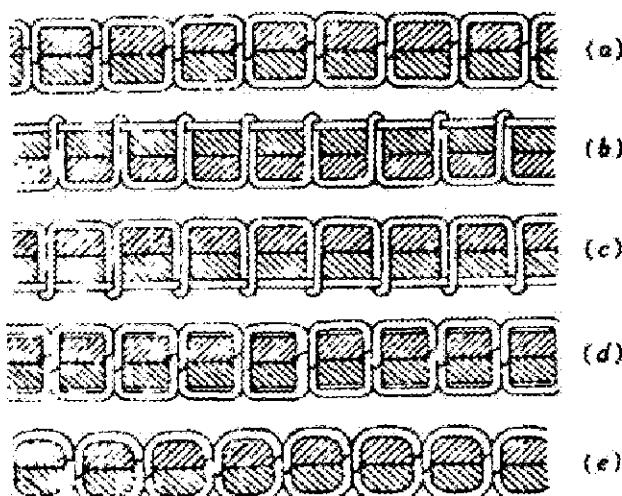
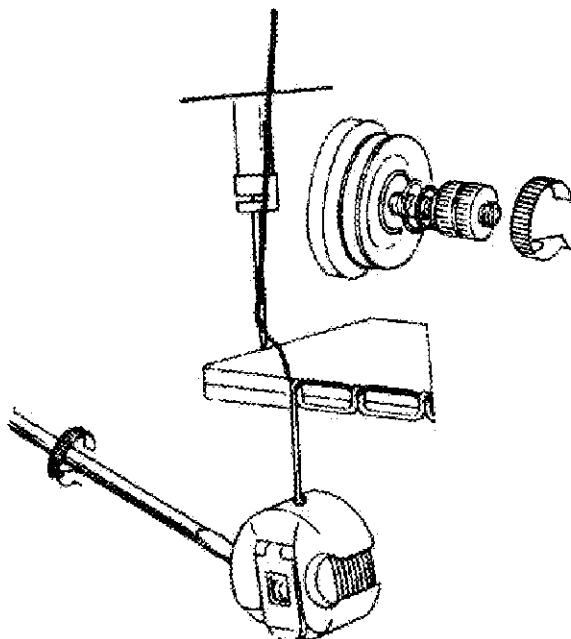
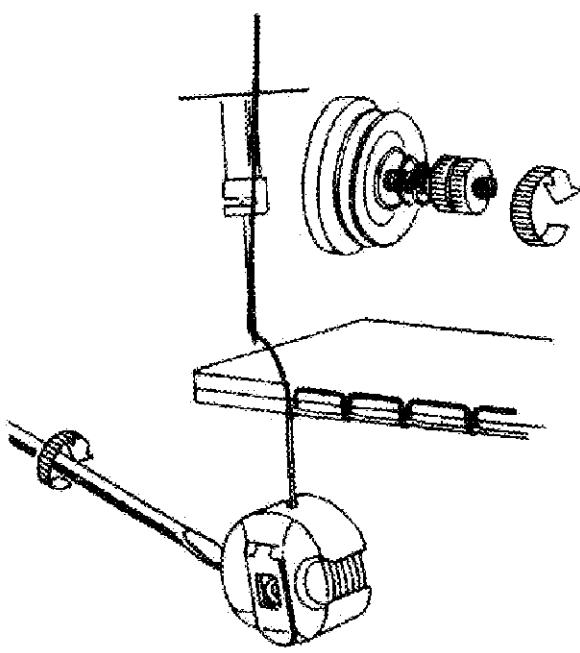

Рис. 25
Рис. 26
Рис. 27
На рис. 25 показаны различные формы стежков, которые могут получиться при работе на машине.
Стежок нормальной формы показан на рис. 25 (а). Если в результате шитья получаются неправильные строчки, стягивающие материал, пропускающие стежки и обрывающие нить, необходимо отрегулировать натяжение игольной и шпульной нити.
(1) Если натяжение игольной нити слишком сильное или натяжение шпульной нити слишком слабое, как показано на рис. 25 (б), поверните регулятор натяжения против часовой стрелки, чтобы уменьшить натяжение игольной нити, или затяните регулировочный винт шпульного колпачка, чтобы увеличить натяжение шпульной нити (см. рис. 26).
(2) Если натяжение игольной нити слишком слабое или натяжение шпульной нити слишком сильное, как показано на рис. 25 (с), поверните регулятор натяжения по часовой стрелке, чтобы увеличить натяжение игольной нити, или поверните регулировочный винт шпульного колпачка против часовой стрелки, чтобы уменьшить натяжение шпульной нити (см. рис. 27).
(3) Если в результате получаются стежки, показанные на рис. 25 (д), (е), регулировка может быть выполнена, как описано выше.